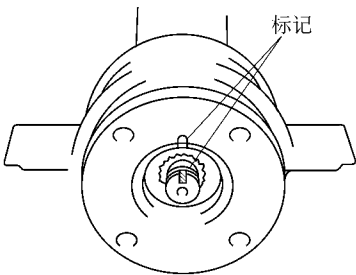

图 13-16 将法兰装到中间轴上并对齐标记
1) 在中间轴的花键上涂敷多功能润滑脂，将法兰装到中间轴上并对齐标记，如图 13-16 所示。